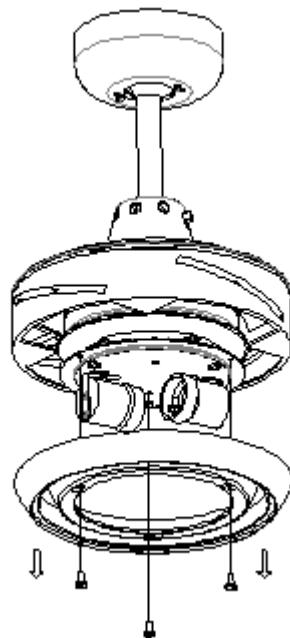

Fig.4
2. Retirez les vis du support luminaire et retirez le support luminaire (Fig.4).